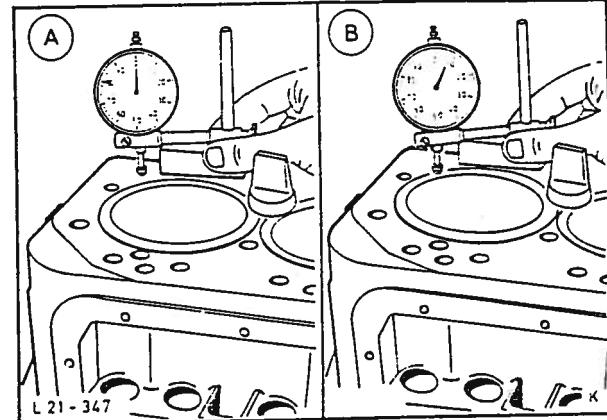

Fig. 90 Kontroller foringens fremspring med et måleur.
4. Kontroller foringens fremspring i forhold til motorblokkens pakningsflate ved bruk av et måleur, fig. 90 (se tekniske data). Demonter deretter spennskruen 21-088 og ta ut sylinderforingen.